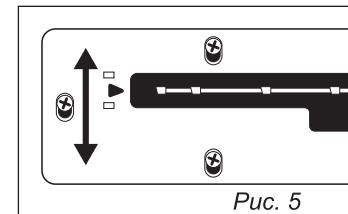

Рис. 5
- зафиксировать вставку винтами (рис. 5).